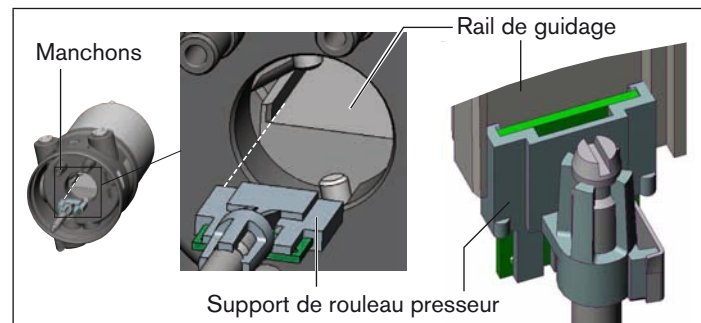

Fig. 4 : Disposition du support de rouleau presseur et du manchons
2. que les manchons de la tête de commande entrent dans les raccords d'air de pilotage de l'actionneur (voir également « Fig. 4 »).